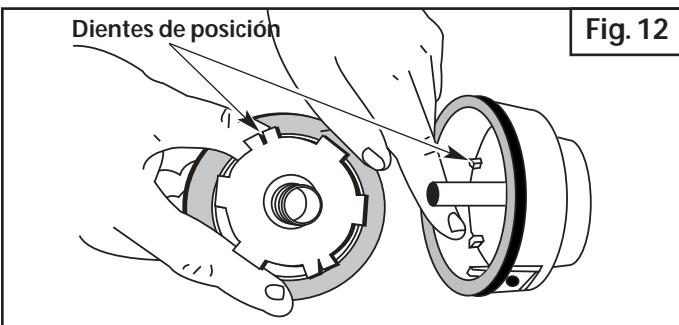

Fig. 12
5. Inspeccione los dientes de posición del carrete interior y la bobina exterior para verificar que no exista desgaste (Fig. 12). De ser necesario, elimine las rebabas o cambie el carrete y la bobina.